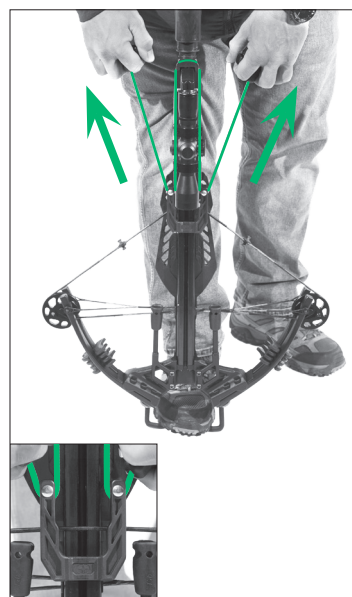

FIGURE 12
- 3c Placez le centre de la corde d'armement dans la rainure de corde. (Fig.12 n° 22)
- 3d Placez le chariot d'armement sur la corde de l'arbalète en vous assurant que la corde est bien posée sur le chariot, puis tirez avec une force uniforme. (Fig.12)